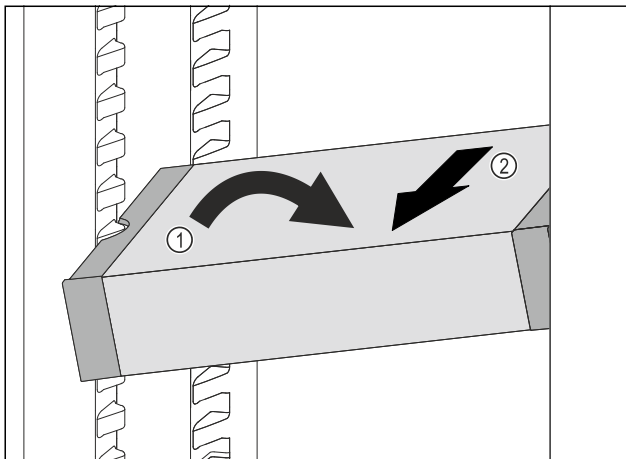

Fig. 90
- ▶ VarioSafe im Kühlteil schräg stellen. Fig. 90 (1)
- ▶ VarioSafe nach vorne entnehmen. Fig. 90 (2)